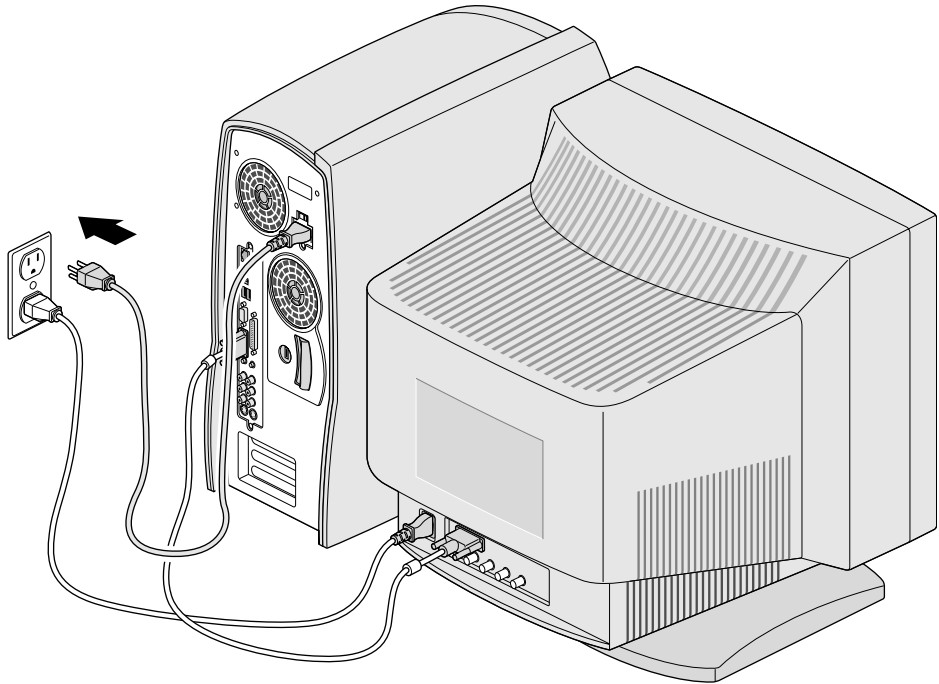

Abbildung 1-7 Verbinden des Netzkabels mit dem System
6. Verbinden Sie das Netzkabel wie in Abbildung 1-7 mit der Rückseite Ihres Systems und mit einer Steckdose.